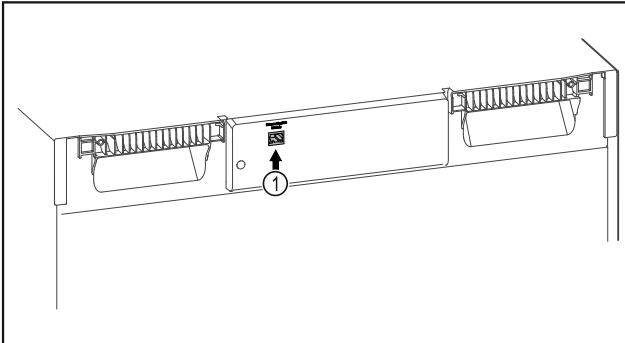

Fig. 79
- Използва се SmartModule Fig. 79 (1).